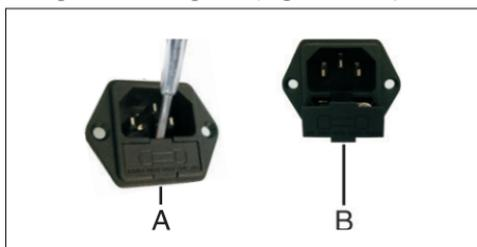

Fig.12
10.1 Insérez la pointe plate d'un tournevis dans le renforcement du compartiment à fusibles sous la prise de courant et utilisez-le comme levier (Fig.12-Réf.A);
10.2 Retirez le compartiment à fusibles (Fig.12-Réf.B);
10.4 Remettez le compartiment en place (Fig.12-Réf.B).